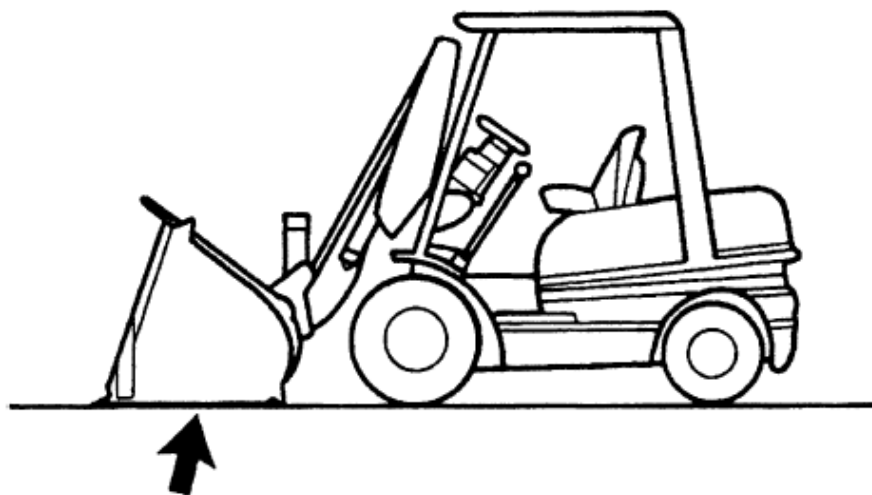

Figura 2-38 Figura de condición del vehículo estacionado.
- ① Quitar el pie del acelerador.
- ② Pisar fuertemente el freno.
- ③ Centrar la palanca de arranque y reversa.
- ① Jalar el freno de mano.
- ② Centrar la palanca del cambio.
- ③ Bajar el cucharón hasta el suelo, luego lo empuja hacia adelante y lo acomoda para que quede en el suelo. (Figura 2-38)